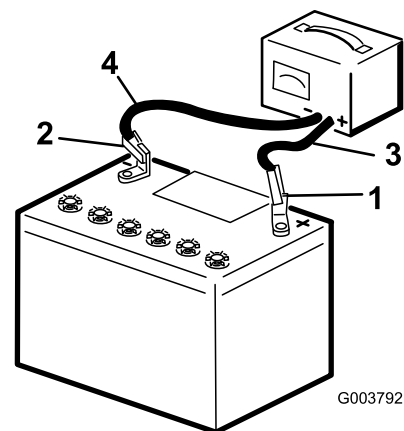

Figura 100
5. Conecte el cable positivo del cargador de la batería al borne positivo de la batería (Figura 100).
6. Conecte el cable negativo del cargador de la batería al borne negativo de la batería (Figura 100).
8. Cuando la batería esté completamente cargada, desconecte el cargador de la fuente eléctrica, luego desconecte los cables del cargador de los bornes de la batería (Figura 100).